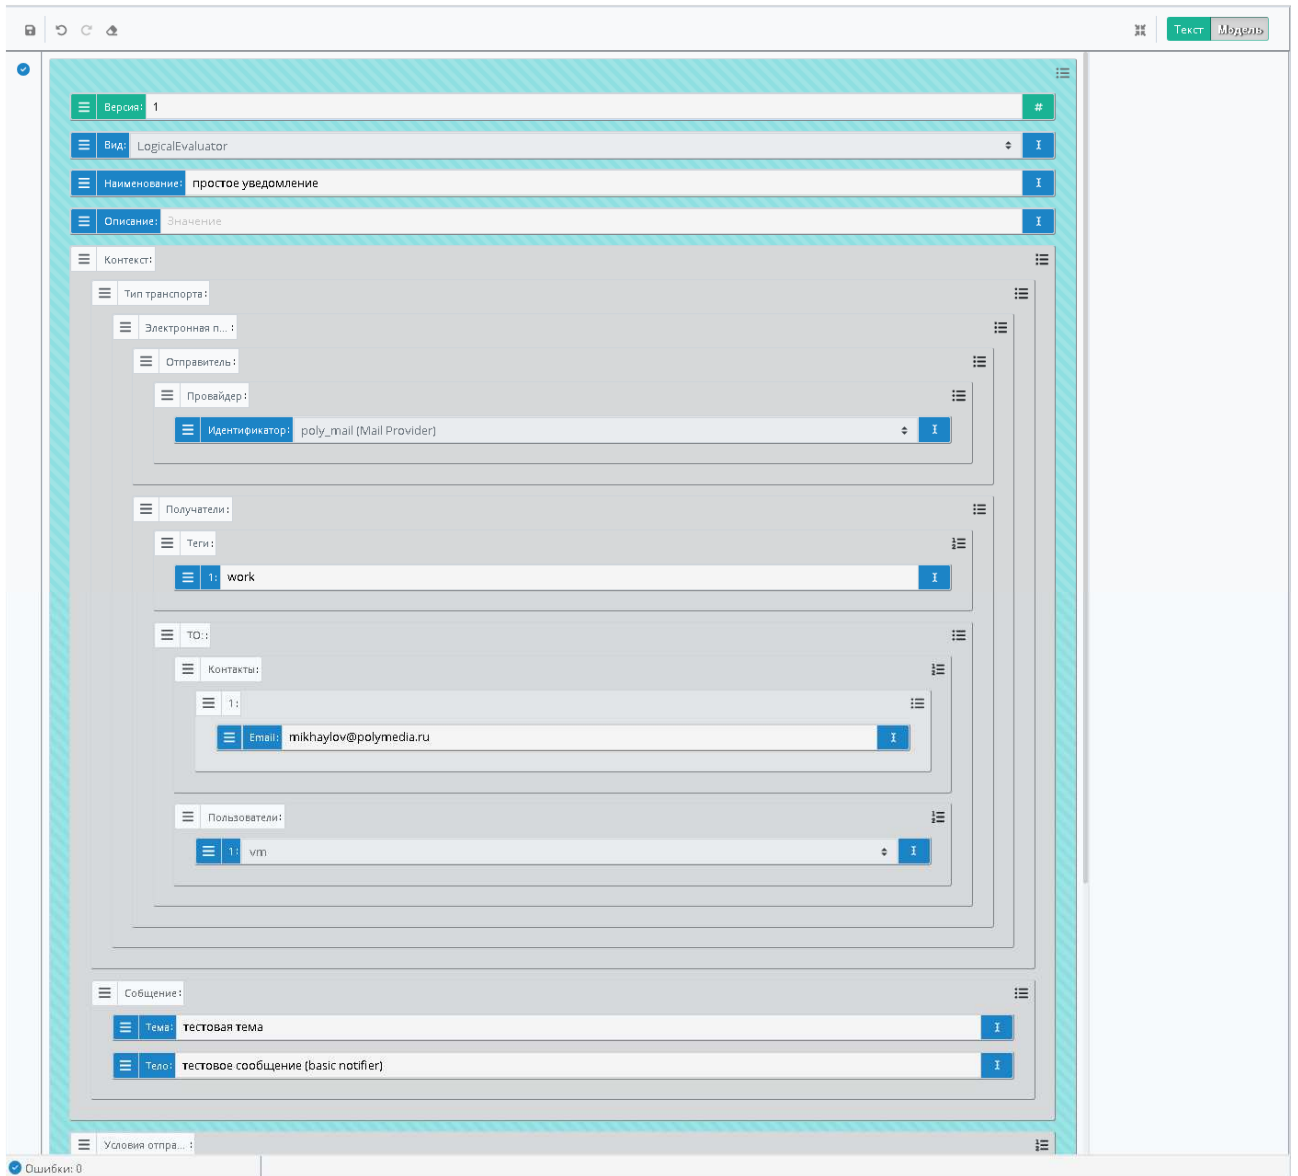
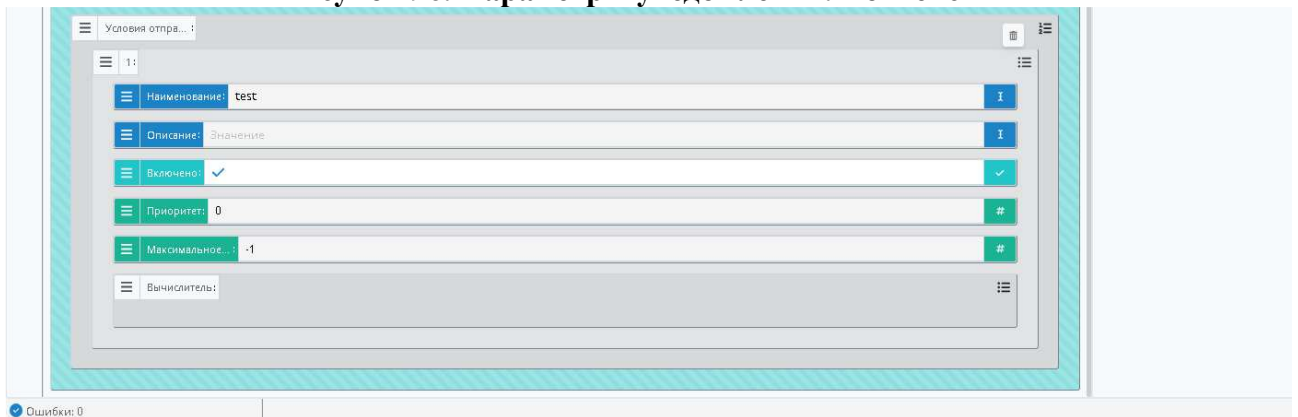

Рисунок 96. Параметры уведомления. Контекст
Рисунок 97. Параметры уведомления. Условия отправки
3) Настроить с помощью палитры описание уведомления (Рисунок 96, Рисунок 97):